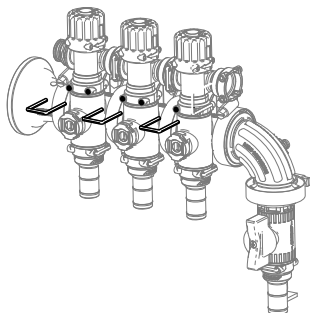

図 16
7. 先ほど外したリテーナを使用してブームバルブクラスタを図 16のように取り付ける。